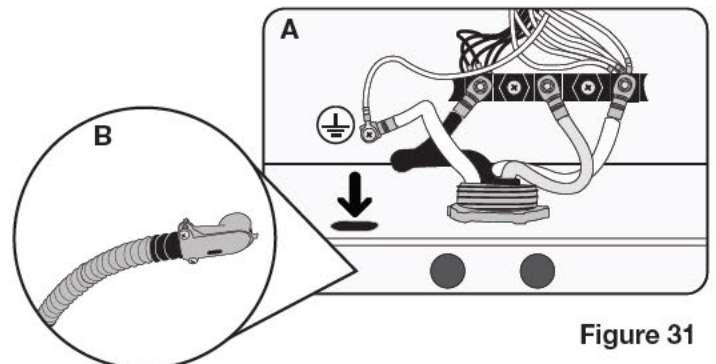

Figure 31
- 2 Enfoncez le trou perforé. Débrancher les câbles et les insérer dans le trou. (Voir la figure 31 A.)
- 3 Raccorder le câble au conduit et brancher le tube. Bien visser de chaque côté de la pièce. (Voir la figure 31 B.)